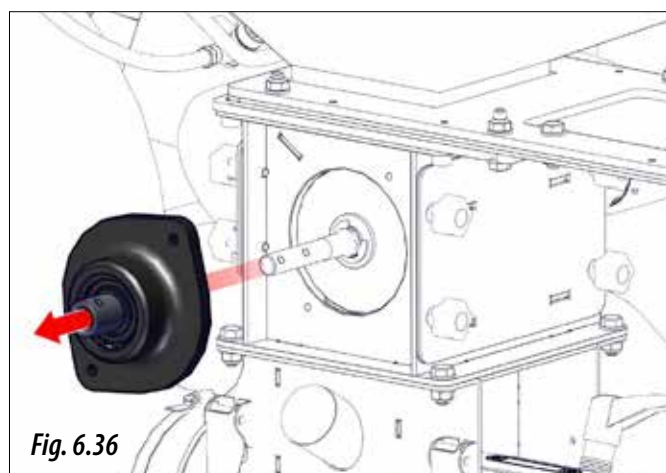
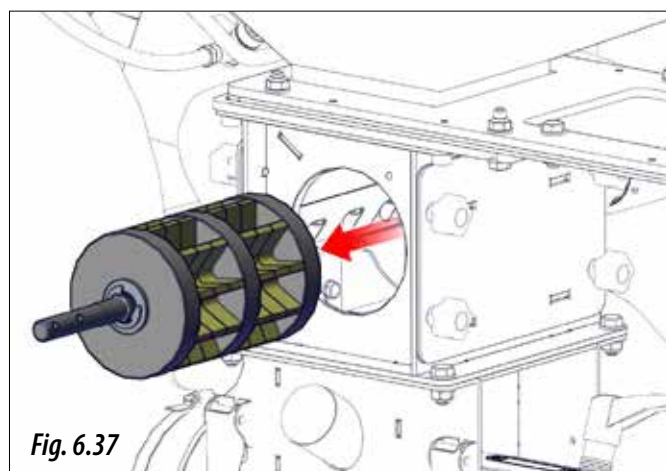

Fig. 6.36
Fig. 6.37
- 3- Sacar el apoyo lateral (Fig. 6.36) y extraer el rodillo (Fig. 6.37).